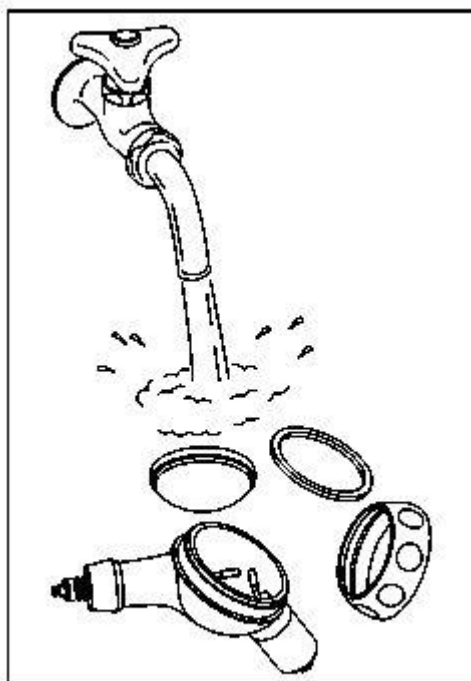

Рис. 13
3) Смойте очищающий порошок, налипший на внутреннюю поверхность контейнера порошка / колпачка под струей воды. (Рис. 13)